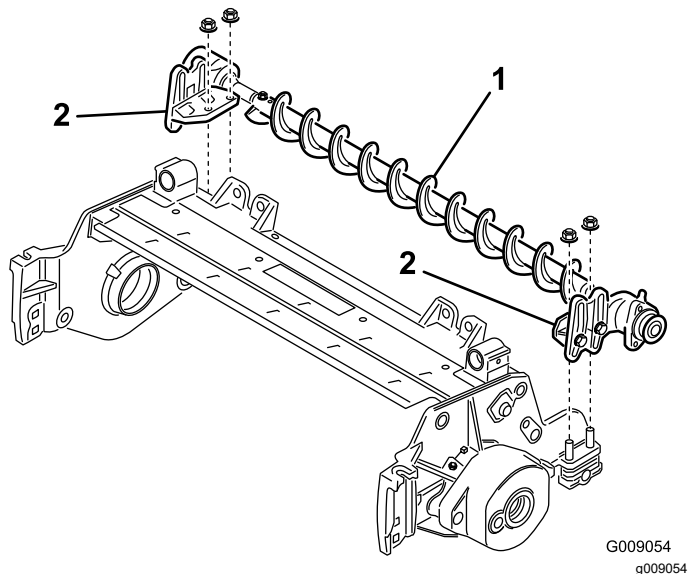

**図 7**
7. 各ローラブラケットをサイドプレートに固定している 2 本のフランジロックナットを外す **図 7**。